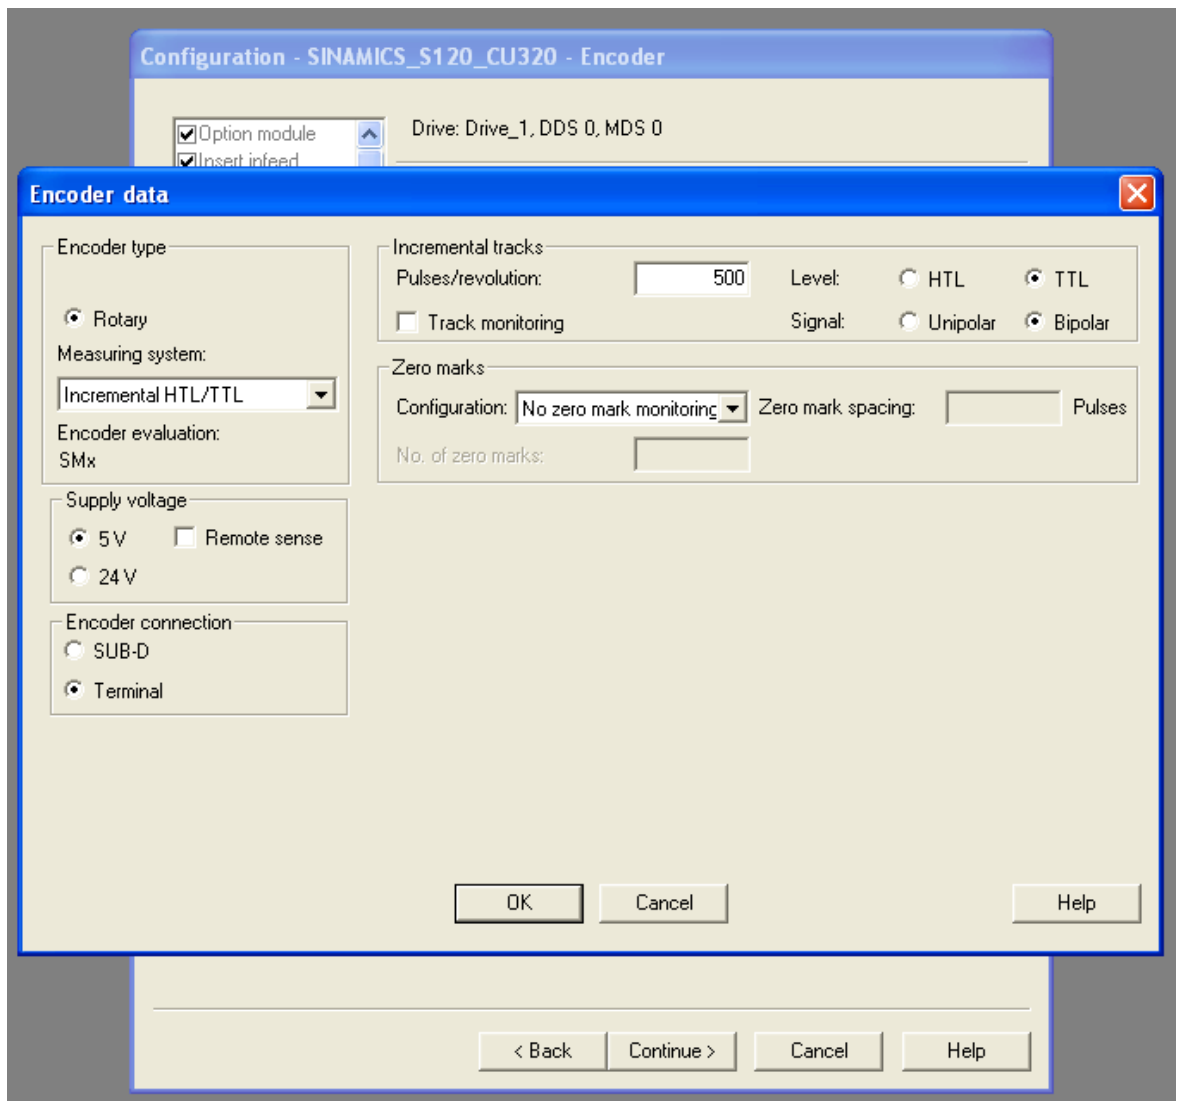

Рисунок 3.9 – Данные энкодера
14) Нажимая клавишу «Continue», доходим до окна выбора энкодера. Поставьте галочку возле «Encoder 1». Выберите пункт ввода данных энкодера «Enter data» и введите данные энкодера (рисунок 3.9).